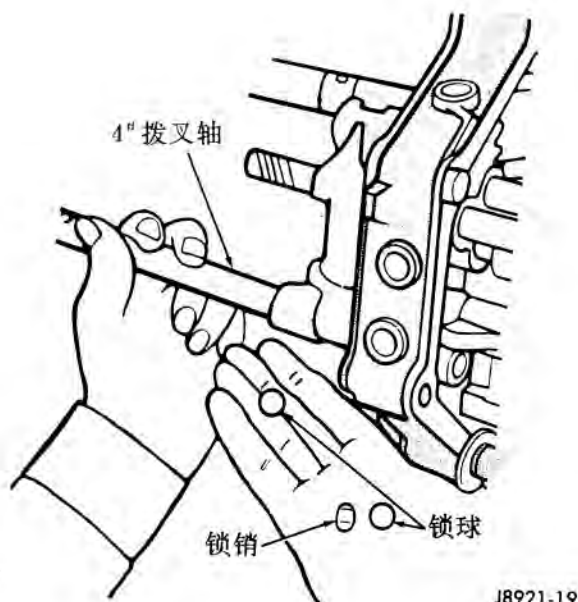

图 19 拉出 4[#]拨叉轴, 拆卸锁球和锁销
(5) 向外拉出 4^档拨叉轴, 拆下锁球和锁销 (图 19)。